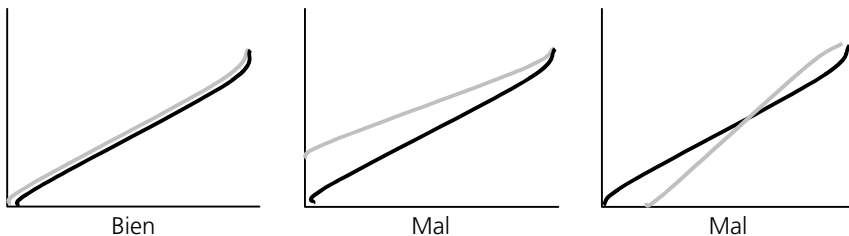

Figura 7-16. Comprobación del funcionamiento del sensor de flujo.
- c. Mediante la función Historia, compare las curvas obtenidas con una **Veloc.Rampa** de 2 y de 5 cmH₂O/s. Verifique que las ramas inspiratoria y espiratoria de las dos curvas son visualmente paralelas (de forma aproximada) (Figura 7-16).